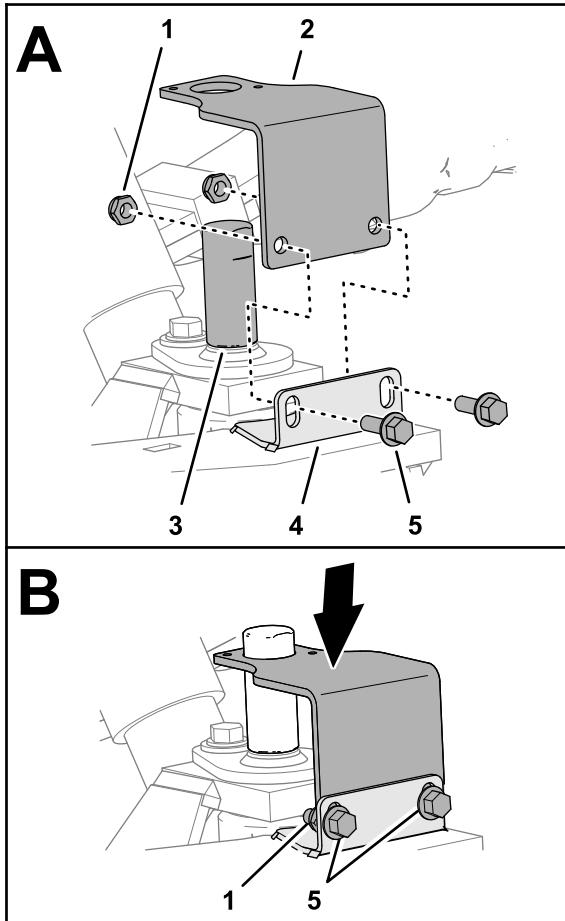

Figura 7
3. Alinee el soporte del sensor sobre la herramienta de alineación y las ranuras de la pestaña de la mangueta (Figura 7).
4. Monte provisionalmente el soporte en la pestaña (Figura 7) con 2 tornillos con arandela prensada ($\frac{1}{4}$ " x $\frac{3}{4}$ "') y 2 contratuercas ($\frac{1}{4}$ ").
5. Coloque el soporte en la parte inferior de las ranuras de la pestaña de la mangueta, y apriete los tornillos con arandela prensada y las contratuercas (Figura 7).